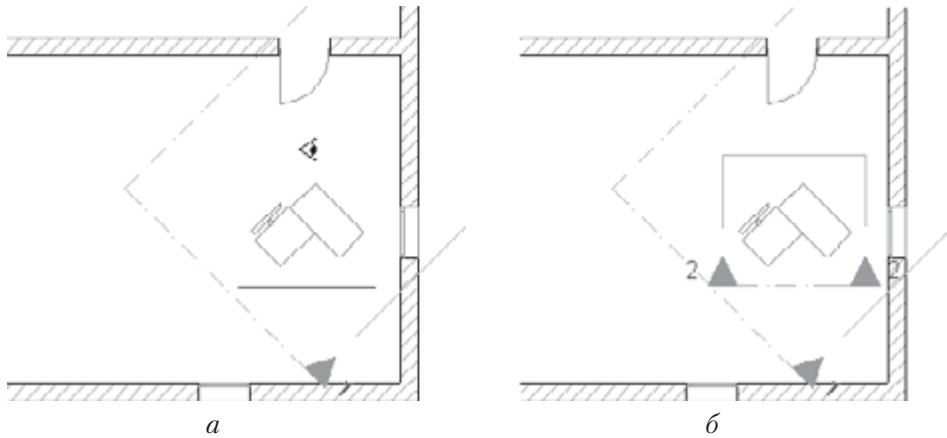

Рис. 11.18. Построение разреза с ограниченной глубиной
1. Двумя щелчками кнопки мыши постройте горизонтальную линию разреза, как показано на рис. 11.18, а. Указатель мыши примет форму глаза.
3. Щелкните кнопкой мыши. Разрез построен (рис. 11.18, б).